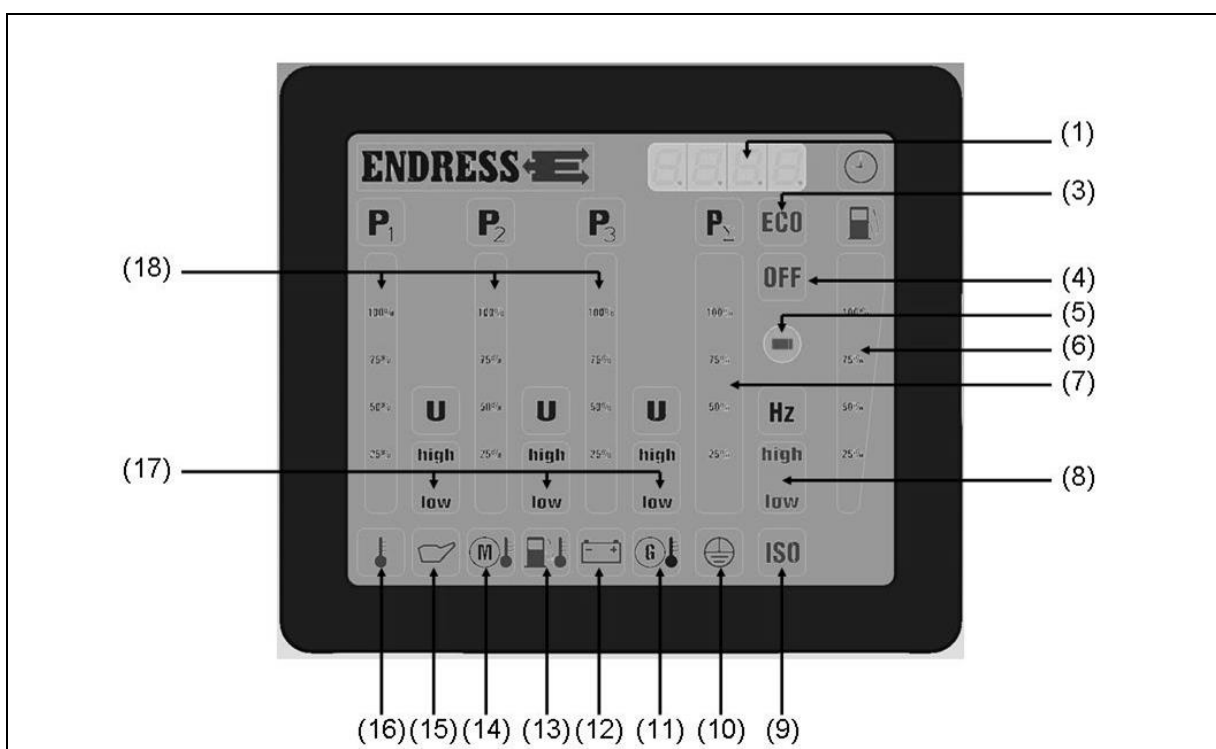
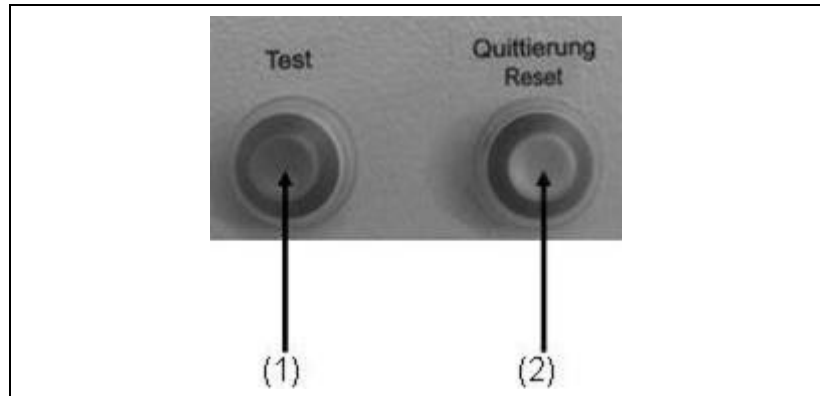

Abb. 4-6: Multifunktionsdisplay
Abb. 5-2: Isolationsüberwachung mit E-MCS 4.0
Elektrostart Sobald der START-STOP-Schalter auf die Pos. „Betrieb“ gestellt wird, leuchten zur Kontrolle alle LEDs für ca. 2 Sekunden. Danach wird für ca. 30 Sekunden die normale Betriebsbeleuchtung angezeigt. Falls in dieser Zeit der Motor nicht gestartet wird, geht das E-MCS 4.0 in den Sleep-modus und die Anzeige erlischt. Um das E-MCS 4.0 wieder in den Betriebszustand bringen zu können, muss der START-STOP-Schalter zuerst wieder in Pos. „STOP“ gebracht werden. Die Anzeigintensität ist abhängig von der Umgebungshelligkeit (Sensor siehe Abb.4-6-(5)).
Betriebsstunden: Anzeige (siehe Abb. 4-6-(1)) ist bei laufendem Gerät oder für 30 Sekunden aktiv, wenn START-STOP-Schalter in Pos. „Betrieb“ steht.
Umgebungstemperatur: Leuchtet die Anzeige (siehe Abb. 4-6-(16)) bei laufendem Gerät rot, ist die Temperatur zu hoch und das Gerät sollte ausgeschaltet werden.
- Öldruck:** Leuchtet die Anzeige (*siehe Abb. 4-6-(15)*) bei laufendem Gerät rot, ist der Öldruck zu gering und das Gerät schaltet automatisch ab bzw. der Buzzer ertönt, dieser kann mit der Quittierungstaste quittiert werden.
- Motortemperatur:** Leuchtet die Anzeige (*siehe Abb. 4-6-(14)*) bei laufendem Gerät rot, ist die Motortemperatur zu hoch und das Gerät sollte ausgeschaltet werden.
- Kraftstofftemperatur:** Leuchtet die Anzeige (*siehe Abb. 4-6-(13)*) bei laufendem Gerät rot, ist die Kraftstofftemperatur zu hoch und das Gerät sollte ausgeschaltet werden.
- Batterieladekontrolle:** Leuchtet die Anzeige (*siehe Abb. 4-6-(12)*) rot ist die Ladefunktion der Lichtmaschine ausgefallen.
- Isolationsüberwachung:** Leuchtet die Anzeige (*siehe Abb. 4-6-(9)*) rot bzw. ertönt der Buzzer so liegt ein Isolationsfehler vor. (*siehe Kap. 5 Isolationsüberwachung*).
- Schutzleiterprüfung:** Leuchtet die Anzeige (*siehe Abb. 4-6-(10)*) während der Schutzleiterprüfung (*siehe Kap. 4.7 Schutzleiterprüfung*) grün so sind die Schutzleiter der angeschlossenen Geräte in Ordnung. Ist die Schutzleiterfunktion nicht gewährt, bleibt die Anzeige aus.
Füllstand Kraftstofftank: Die Anzeige (siehe Abb. 4-6-(6)) gibt einen ungefähren Richtwert über den Tankinhalt.
Frequenz: Leuchtet die Anzeige (siehe Abb. 4-6-(8)) grün, befindet sich die Frequenz im korrekten Bereich (47,5-52,5 Hz).
Phasen L1-L2-L3: Für einzelnen Phasen L1 bis L3 (siehe Abb. 4-6-(18)) wird jeweils einzeln angezeigt:
Spannung (U) (siehe Abb. 4-6-(17)):
Belastung (P) (siehe Abb. 4-6-(18)):
Relative Belastungsanzeige: Belastung (P_{Σ}) (siehe Abb. 4-6-(7))
NOT-AUS-Taster: Leuchtet das Symbol „OFF“ (siehe Abb. 4-6-(4)) rot und der Buzzer ertönt, wurde der NOT-AUS-Taster gedrückt. Der Buzzer kann mithilfe der Quittierungstaste quittiert werden. (Buzzer nur aktiv bei bestellter Sonderausstattung „Isolationsüberwachung“, „Firecan“)
2. Drücken Sie den Testknopf (siehe Abb. 5-2-(1))
- ✓ Das Symbol am Display (siehe Abb. 4-6-(9)) zeigt das Ergebnis an, bei Isolationsüberwachung mit Buzzer ertönt dieser zusätzlich und kann über den Quittierungs-Taster (siehe Abb. 5-2-(2)) quittiert werden:
3. Nach der Überprüfung muss der Reset-Taster (siehe Abb. 5-2-(2)) gedrückt werden um das Gerät wieder zu betreiben
- ✓ Das Symbol am Display (*siehe Abb. 4-6-(8)*) zeigt das Ergebnis an:
2. Nach dem abschalten und abstecken des Verbrauchers muss der Reset-Taster (*siehe Abb. 5-2-(2)*) gedrückt werden um das Gerät wieder zu betreiben.
3. Drücken Sie den Testknopf (*siehe Abb. 5-2-(1)*)
- 4. Nach der Überprüfung muss der Reset-Taster (siehe Abb. 5-2-(2)) gedrückt werden sowie der Leitungsschutzschalter in Pos. 1 gebracht werden um das Gerät wieder zu betreiben.